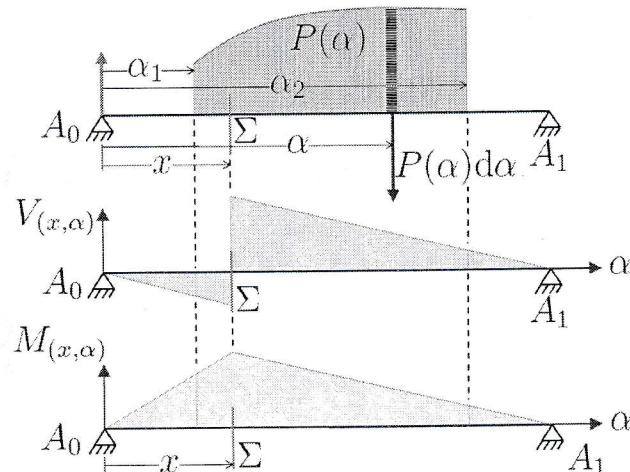

FIGURE 3.3 – Charge répartie sur la poutre
Soit une poutre  $A_0A_1$  soumise entre  $\alpha_1$  et  $\alpha_2$  à une charge répartie d'intensité  $P(\alpha)$  (figure 3.3).
- Un tronçon de longueur  $d\alpha$  et d'abscisse  $\alpha$  subit une charge localisée élémentaire  $P(\alpha)d\alpha$  (figure 3.3),